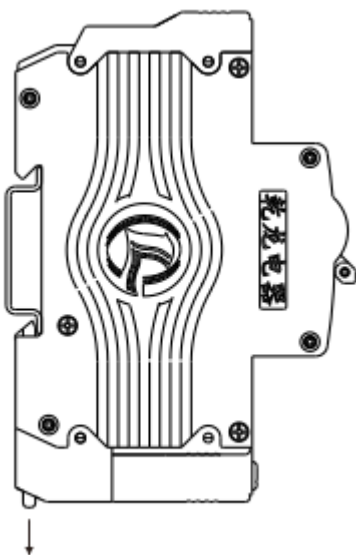
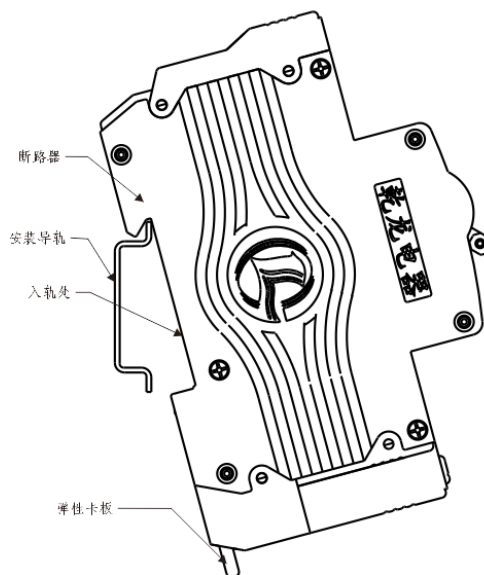

图 3
图 4
- b. 拆卸：将断路器的弹性卡板按图 3 沿箭头方向向下拉出，再按图 4 将断路器的下端向上抬起并向上推，即时取下断路器即可。